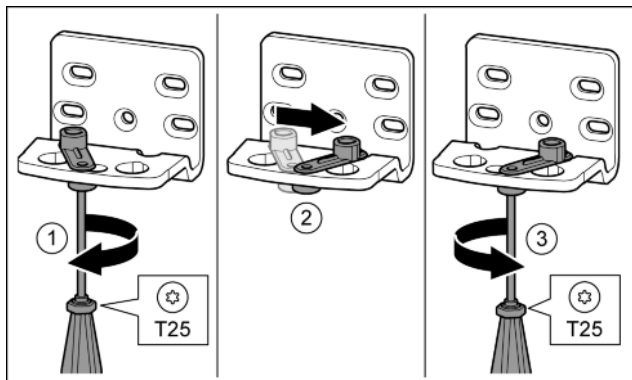

Fig. 15
- ▶ Отпустить винт отверткой T25. Fig. 15 (1)
- ▶ Приподнять фиксатор двери и, повернув на 90° вправо, вставить в отверстие. Fig. 15 (2)
- ▶ Затянуть винт отверткой T25. Fig. 15 (3)